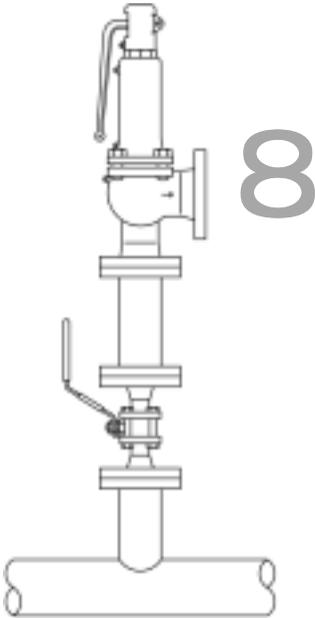

Fig. 4
- 5.3 Il est interdit d'isoler la soupape, c'est à dire, que la soupape ne doit pas avoir de robinet d'isolement (tel que fig. 4).